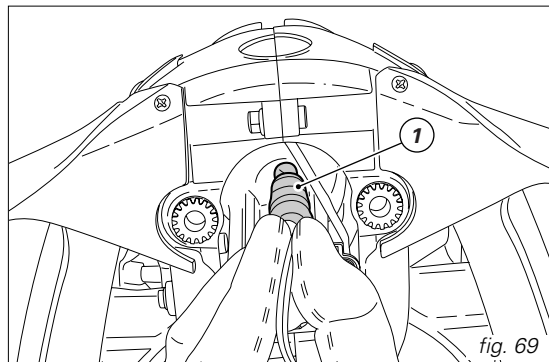

fig. 69
Para acceder al foco de la luz de posición (1) es necesario quitar el salpicadero (ver pág. 54), desconectar el conector (2, fig. 69) del salpicadero del cableaje e introducir la mano dentro del soporte faro.